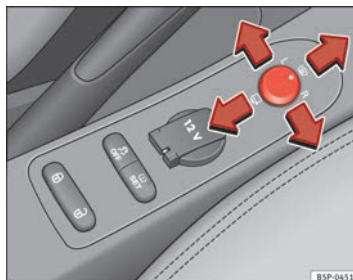

Fig. 91 Regolazione degli specchi retrovisori esterni
1. In primo luogo, ruotare la manopola ⇒ **fig. 91** portandola nella posizione **L (specchietto esterno sinistro)**.
- Per far ripiegare su se stessi gli specchietti esterni si deve ruotare la manopola ⇒ **fig. 91** portandola nella posizione . Si consiglia di richiudere sempre gli specchietti esterni quando si porta il veicolo all'autolavaggio, altrimenti potrebbero danneggiarsi.